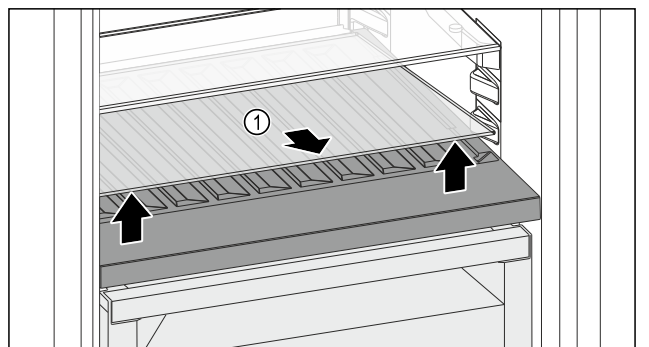

Fig. 116
- ▶ Glasplaat Fig. 116 (1) bij de uitsparing aan de voorzijde optillen en verwijderen.
- ▶ Glasplaat Fig. 116 (1) goed bewaren buiten het apparaat.